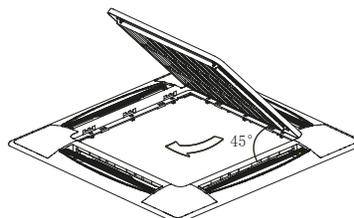

Fig. 4-13
2) Puxe a grelha até um ângulo aproximado de 45° e remova ela. (Consulte a Fig. 4-13)